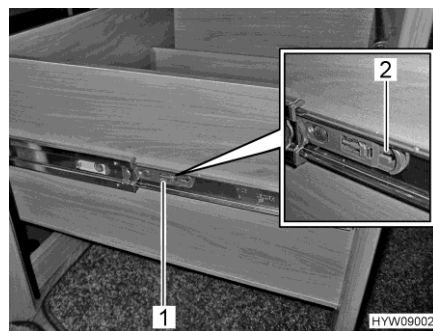

Fig. 135 Cassetto del piano di lavoro
- Tirare la linguetta (Fig. 135,1) su entrambi i lati del cassetto del piano di lavoro nella direzione della freccia (Fig. 135,2). Il cassetto del piano di lavoro può essere estratto tramite l'arresto.